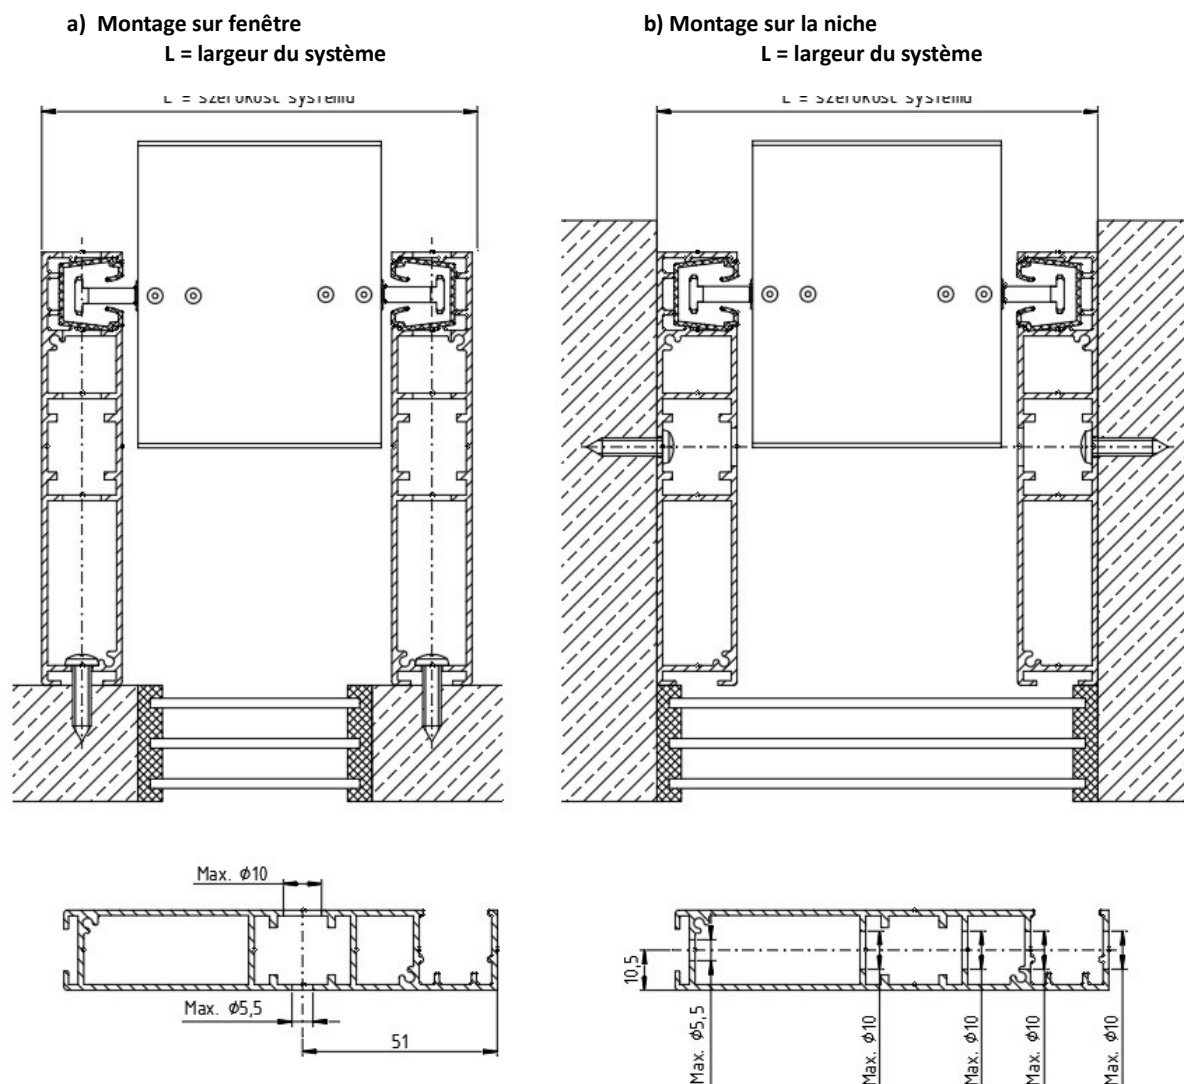

Fig. 12. Modes de montage du rail de guidage: a) - Assemblage sur fenêtre b) -Montage dans la niche
- Le profilé du rail de guidage est livré sans trous de montage. Ils doivent être faits par vous-mêmes comme décrit ci-dessous (Fig. 12 et 14). Un minimum de 3 trous de montage est requis pour chaque longueur de 1 m du profilé du rail de guidage. Lorsque vous effectuez des trous de montage dans le rail de guidage, n'oubliez pas de retirer le profilé de guidage.